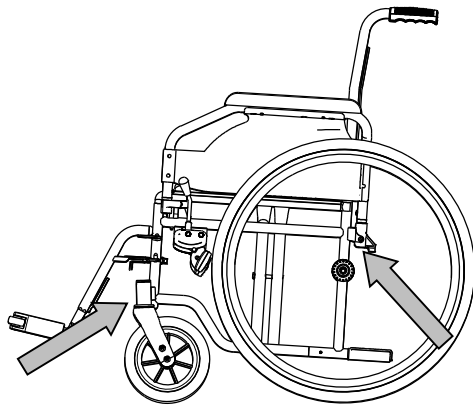

Abb. 1
6. Montieren Sie die vorderen Gurte des Rollstuhl-Gurtsystems gemäß den Angaben des jeweiligen Herstellers an den angegebenen Positionen am Rollstuhl. (Abb. 1). Diese Stellen sind am Rollstuhl mit einem Symbol markiert. (Abb. 2)
9. Montieren Sie die hinteren Gurte des Rollstuhl-Gurtsystems gemäß den Angaben des jeweiligen Herstellers an den angegebenen Positionen am Rollstuhl. (Abb. 1)